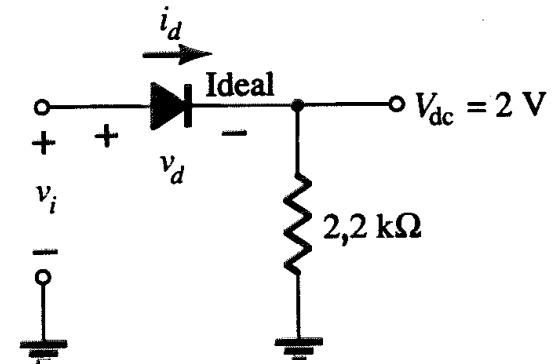

Fig. 2.148 Problemas 22, 23.
22. Considerando o diodo ideal, esboce v_i , v_d e i_d para o retificador de meia-onda da Fig. 2.148. A entrada é uma forma de onda senoidal com uma frequência de 60 Hz.